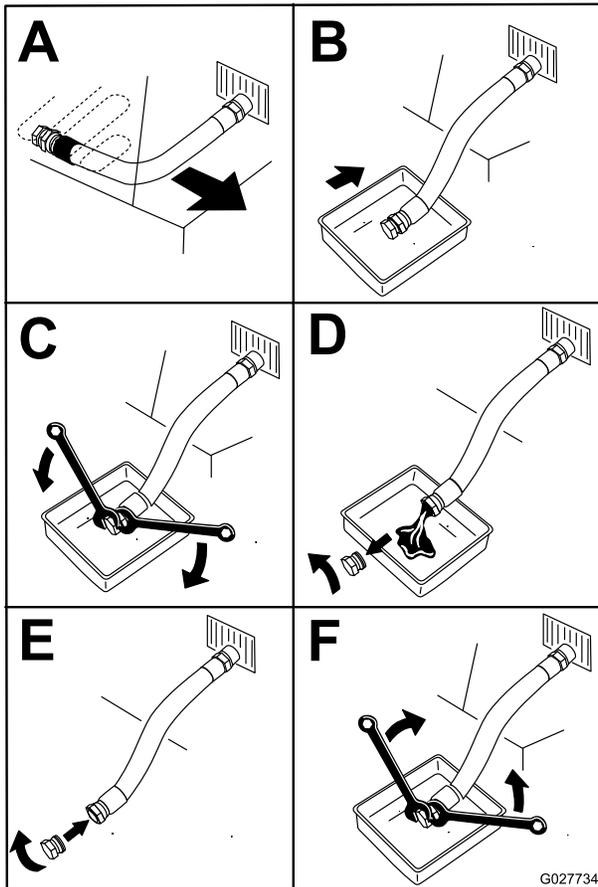

Figure 53
4. Avant de quitter la position d'utilisation, coupez le moteur, retirez la clé de contact et attendez l'arrêt complet de toutes les pièces mobiles (Figure 53).